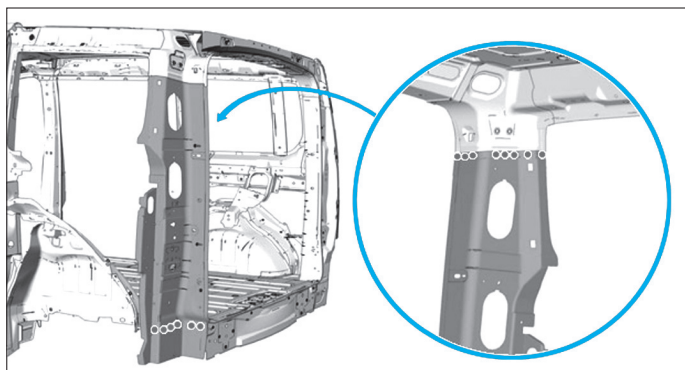

FIG. 99
- Souder par points électriques (Fig.99).